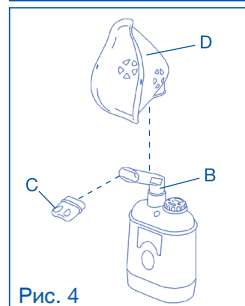

Рис. 4
4. Сядьте в удобное положение, держа в руках небулайзер, возьмите в рот мундштук (B) или пользуйтесь носовой насадкой (C) или маской (D) или (E) (рис. 4).